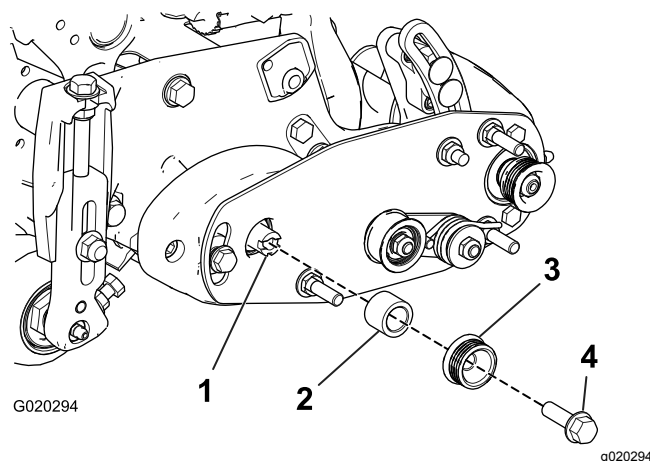
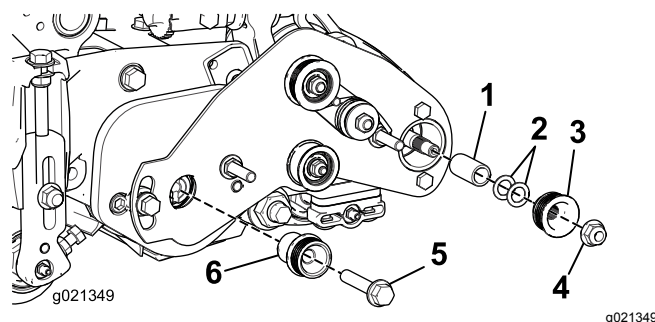

Figura 19
Figura 20
33. Insira um espaçador no veio na caixa de rolamentos (Figura 19).
34. Insira a polia da transmissão no espaçador e no veio da transmissão (Figura 19 e Figura 20).
35. Prenda a polia e espaçador ao veio da transmissão com um parafuso de cabeça flangeada (3/8 pol. x 2 pol.) (Figura 19 e Figura 20).
36. Apenas nas unidades de corte de 56 cm, instale o espaçador e polia de transmissão com uma porca de bloqueio (Figura 20).